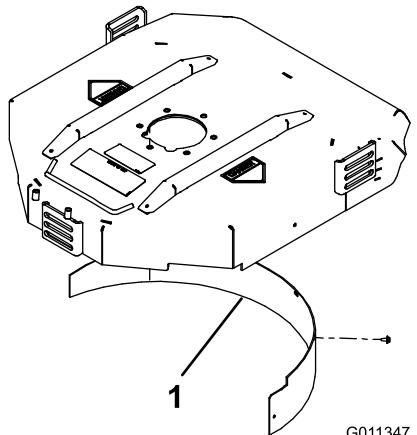

Рисунок 6
2. Установите дефлектор для мульчирования на заднее отверстие и закрепите с помощью 5 болтов с фланцевой головкой (Рисунок 6).